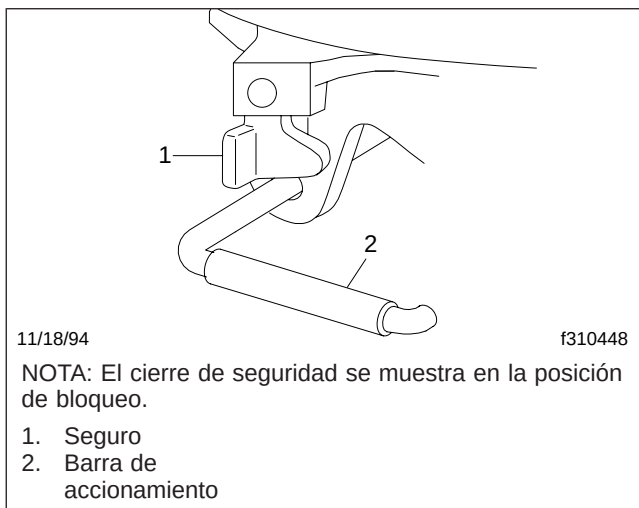

Figura 10.6, Pestillo de seguridad del mecanismo de cierre del perno rey Simplex
Durante el enganche, el perno rey entra en contacto con la mordaza y la hace girar a la posición de cierre. Esta acción mueve la barra de accionamiento automáticamente a la posición de cierre. Esto cierra la mordaza firmemente alrededor del perno rey. En la posición de cierre el pestillo de seguridad se mueve libremente por encima de la barra de accionamiento. Vea la **Figura 10.6**.
9. Compruebe visualmente el cierre correcto del perno rey. Vea la Figura 10.6.